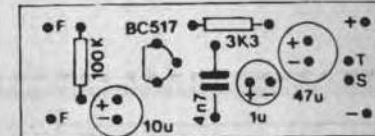

Fig. 3
- FIG. 3 - CHAPEADO DA MONTAGEM - O lado oposto da placa (não cobreado...) mostra agora a colocação das peças sobre o impresso (ficam *fora* apenas o pequeno alto-falante, as pilhas e o interruptor geral, a serem vistos na próxima figura...). Todos os componentes encontram-se identificados pelos seus códigos, polaridades e demais características, dentro da estilização adotada pelos desenhistas de APE (e já mais do que aprovada, ao longo de 5 anos e *cacetada*, pelos caros leitores/hobbystas...). Os iniciantes (e os mais distraídos...) devem observar especialmente os seguintes pontos: posicionamento do transistor, com seu lado *chato* voltado para o lugar ocupado pelo resistor de 100K, e *polaridade* dos três capacitores eletrolíticos (claramente indicada...). Atenção, também, para não inverter a colocação dos dois resistores... Quem ainda for *pagão* terá que consultar o **TABELÃO APE** para decifrar o respectivo código de cores e não *pisar na bola*... Todos os com-